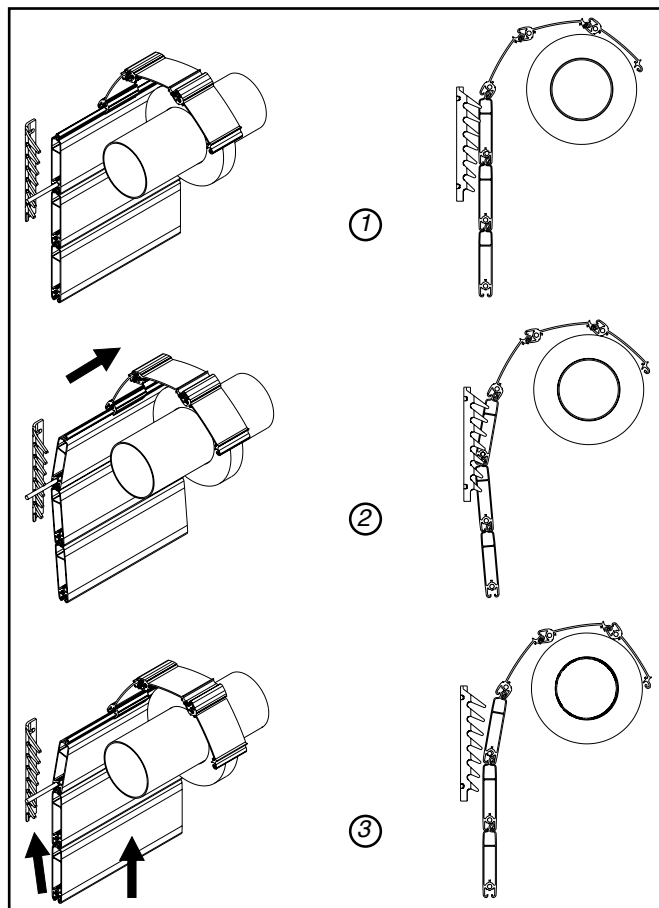

Abb. 15 : Hochschiebesicherung
- Hochschiebesicherung: (siehe Abb. 15)